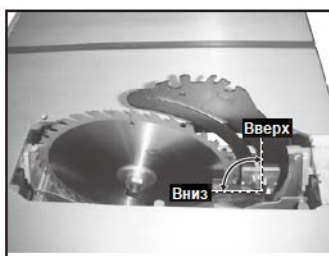
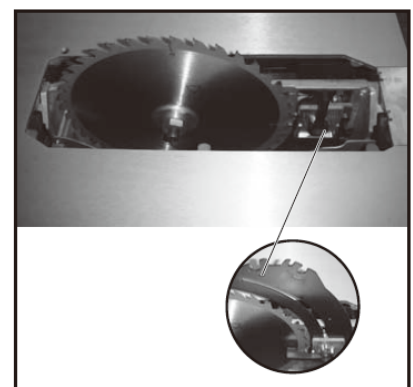

Рис.14
рис. 17
6.2 Установка и регулировка расклинивающего ножа (Рис. 14-Рис.17)
- Разблокируйте расцепляющий рычаг, переведя его в верхнее положение. (См. Рис. 14)
- Заблокируйте расцепляющий рычаг, переведя его в нижнее положение. (См. Рис. 14).
- Возьмитесь за расклинивающий нож и сдвиньте его вправо, чтобы снять его со штифта. Затем потяните его вниз, чтобы он занял нижнее положение. (См. Рис. 17).